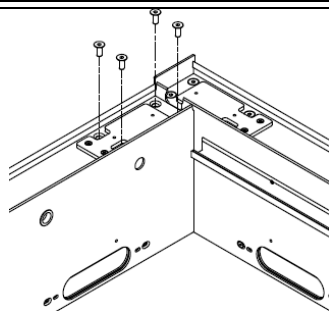

Abbildung 35
15. Das freie Ende des Querträgers abstützen und den in den Längsträger eingeschobenen Querträger von oben mit 4 konischen Schrauben mit Innensechskant M8x20 verschrauben (Abb. 35).